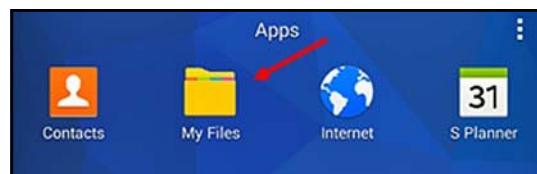

図 3: 「My Files」フォルダ
1. タブレット画面の「My Files」フォルダを開き（以下の図3を参照）、SD フォルダからアプリを選択します。